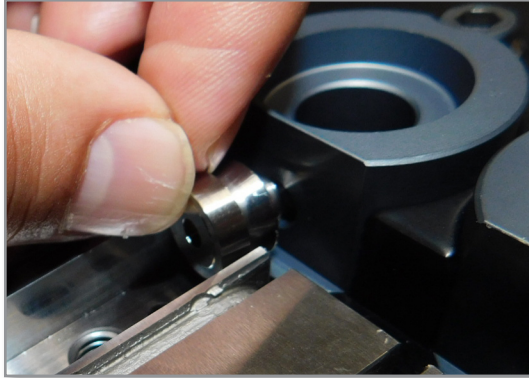

Abbildung 5-101 Angussabdichtung montieren
2. Montieren Sie die Angussdichtung in den Hohlraumeinsatz. Siehe Abbildung 5-101.